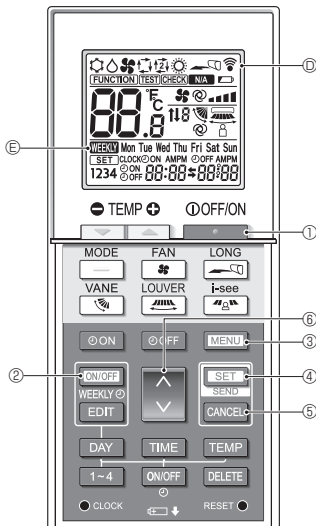
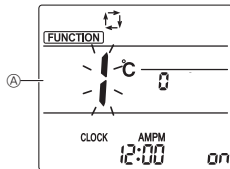
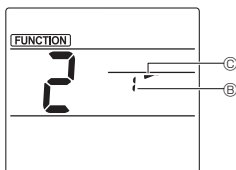
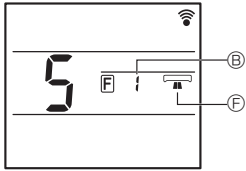

Fig. 5-1
Fig. 5-2
Fig. 5-3
Fig. 5-4
(Fig. 5-1, Fig. 5-2)
<Transmission des réglages> (Fig. 5-1)
- Alors que l'écran de fonctionnement de chaque fonction est affiché, appuyez sur la touche **MENU** ③ ou **CANCEL** ⑤.
- L'écran Réglage des fonctions s'affiche et le n° de la fonction ④ clignote.
- Appuyez sur la touche **MENU** ③.
5.1. Réglage de la direction du flux d'air fixe (Fig. 5-1, Fig. 5-3, Fig. 5-4)